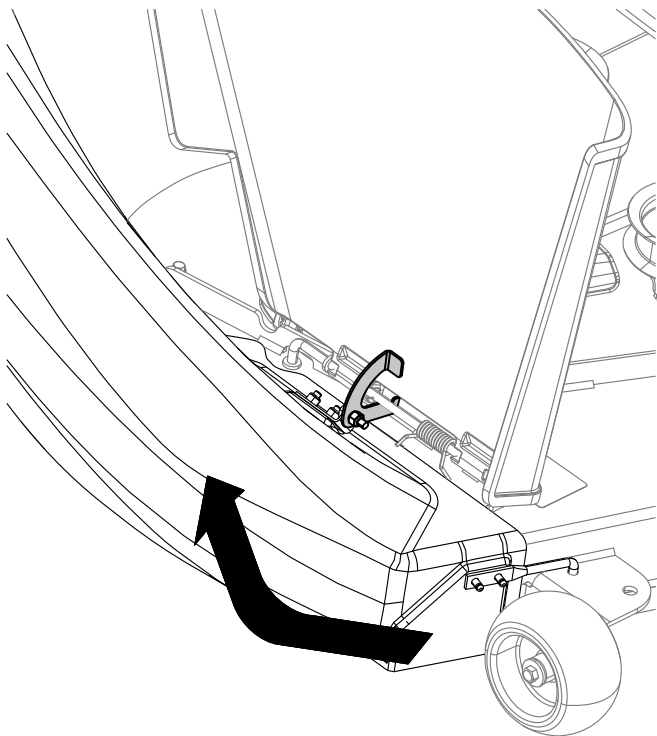

Bild 22
6. Auf der Oberseite des Auswurfkanals die hakenförmige Verriegelung um die Gelenkstange des Ablenklechs einrasten und die Stange in das Loch auf dem Mähwerk einsetzen (**Bild 22**).